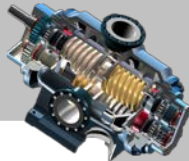

图 5.2.82 “绘图属性”对话框
Step2. 选择下拉菜单 **文件**  **准备(R)**  **绘图属性(P)**  命令，系统弹出图 5.2.82 所示的“绘图属性”对话框。